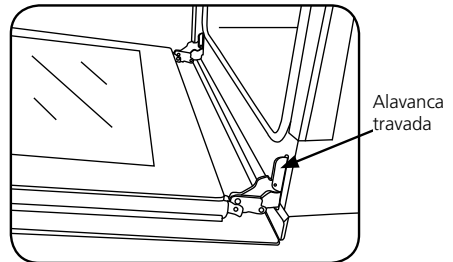

Fig. 30
- Com as alavancas de bloqueio travadas, segurar a porta nos dois lados e fechar a mesma lentamente até ficar bloqueada (fig. 30).